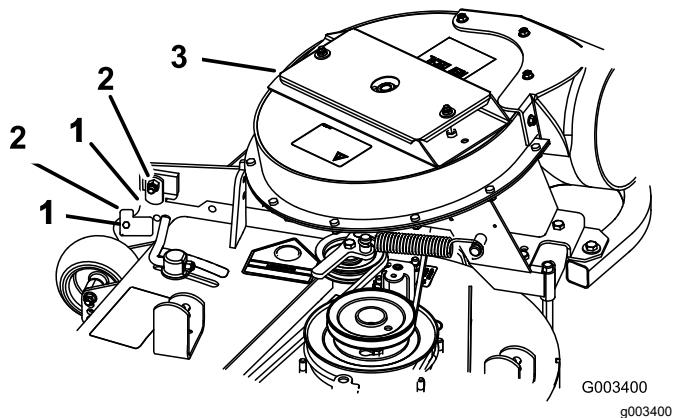

Figura 17
- Fermez le ventilateur pour vérifier que les verrous sont correctement réglés (Figura 17).